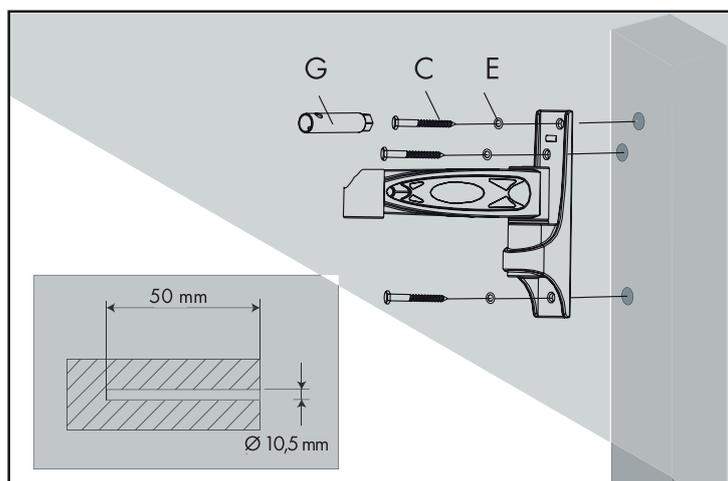

Figure 1
4. Utilisez ensuite les tirefonds repérés «**C**» avec les rondelles repérées «**E**» pour fixer le support comme sur la **figure 1** ci-dessous.